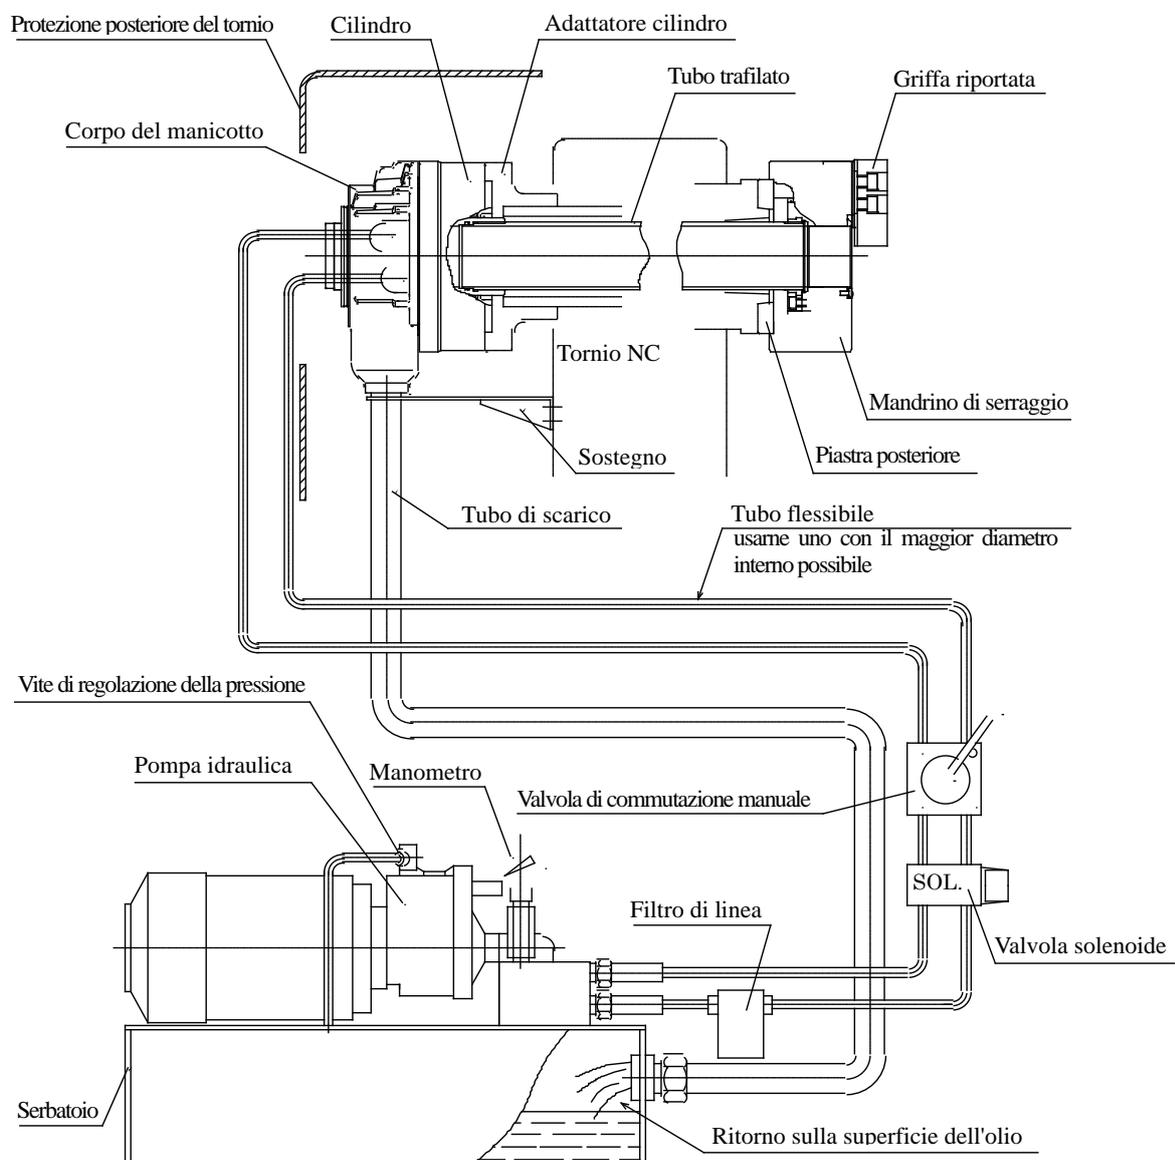

Fig. 9
- L'estremità del tubo flessibile è fisicamente al di sopra del livello dell'olio. (Fare riferimento alla fig.9)